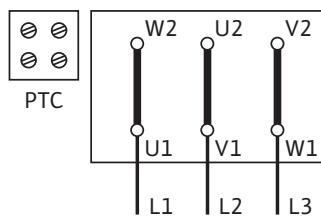

Fig. 45: Y-Δ pokretanje (standardno)
Dijagram priključka za električni priključak se nalazi u priključnoj kutiji (vidi takođe Fig. 45/46).
- Mrežni priključak na priključnoj letvi zavisi od snage motora P_2 , od mrežnog napona i vrste uključivanja. Potrebno povezivanje veznih mostova u priključnoj kutiji preuzeti iz sledećeg nabranja „Tab. 4: Raspored priključnih stezaljki“ na strani 17 kao i Fig. 45/46.
Y-Δ pokretanje (standardno)	Ukloniti vezne mostove (Fig. 45)